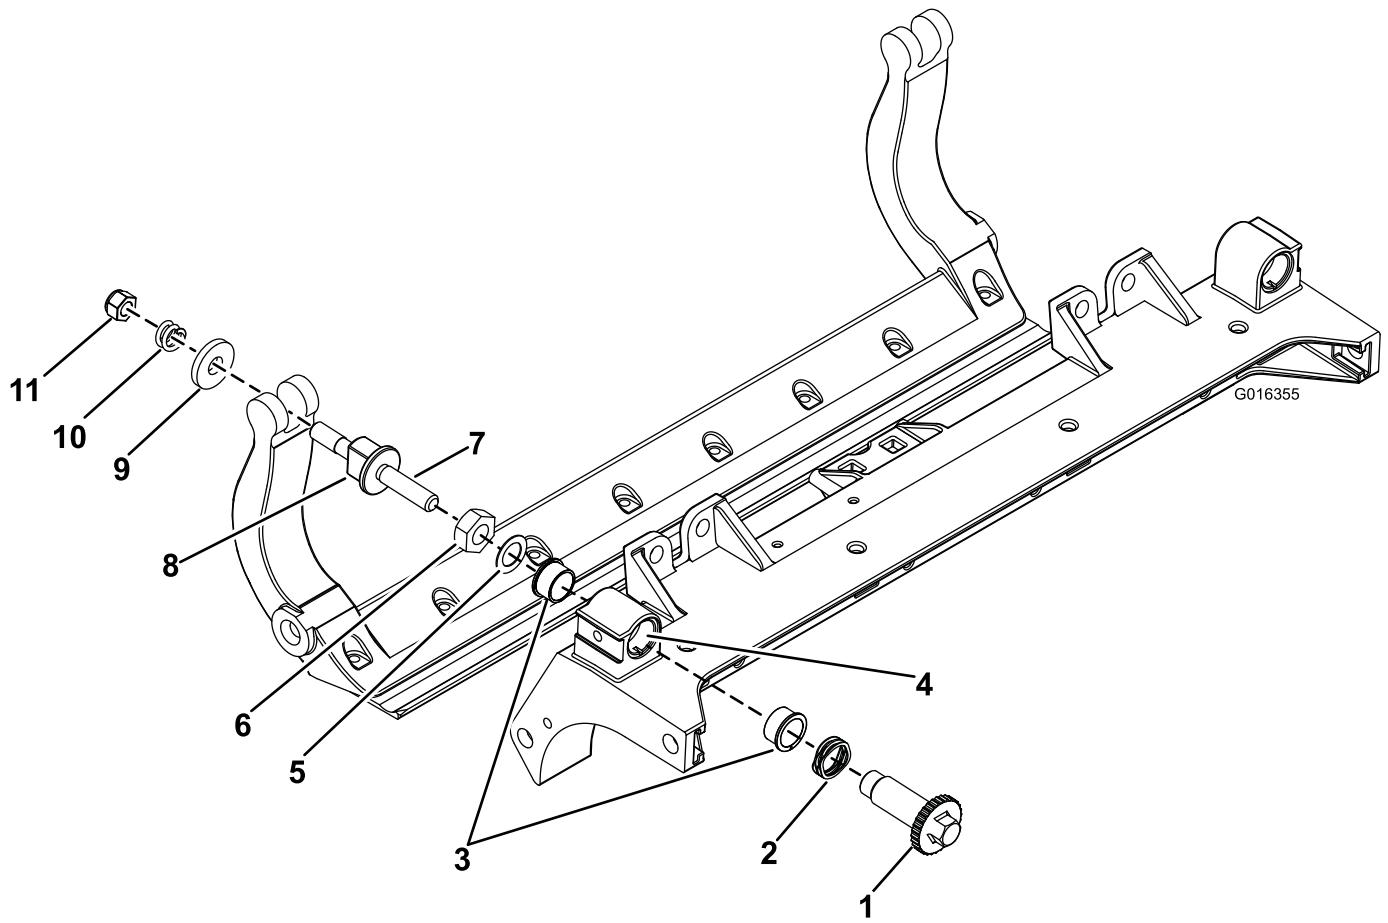

Figura 33
1. Retire todas as peças; consulte as *Instruções de instalação* do Kit DPA HD Modelo 120-7230 e Figura 33.
2. Aplique composto antigripagem no interior da área dos casquinhos na estrutura unidade de corte central (Figura 33).
3. Alinhe as chaves nos casquinhos das flanges com as ranhuras na estrutura e instale os casquinhos (Figura 33).
4. Instale uma anilha ondulada no veio do ajustador e deslize o veio para os casquinhos da flange na estrutura da unidade de corte (Figura 33).
5. Prenda o veio ajustador com uma anilha plana e uma porca de bloqueio (Figura 33). Aperte a porca de bloqueio com uma força de 20 a 27 N m.
- B. Coloque uma arruela de aço no exterior de cada uma das arruelas de nylon (Figura 33).